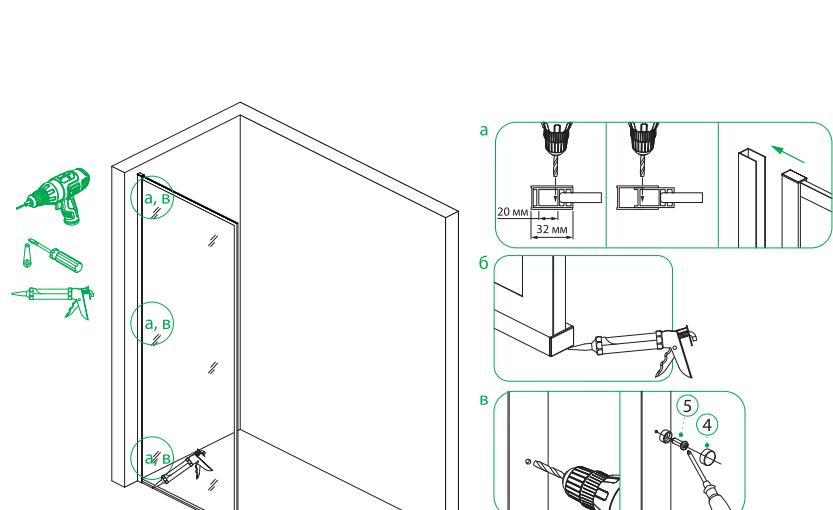

Рис. 9/9-сур.
6. Установите собранное закаленное стекло в пристенный профиль (рис. 9-а), предварительно обработав напольный профиль санитарным силиконовым герметиком со стороны пола (рис. 9-б), закрепите саморезами, установите заглушки на саморезы и на пристенный профиль (рис. 9-б, в).